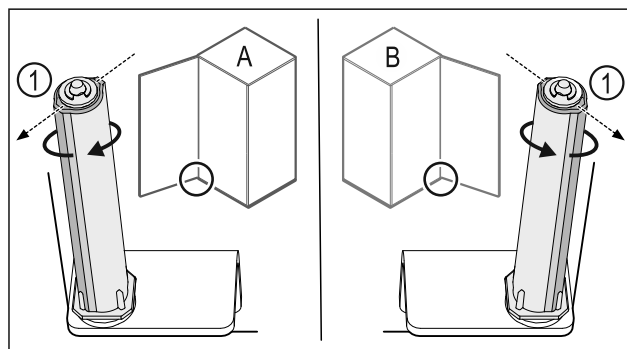

Fig. 44 Battuta a sinistra (A) / battuta a destra (B)
- Ruotare il sistema di chiusura contro la resistenza fino a quando la sporgenza del sistema di chiusura Fig. 44 (1) non è rivolta verso l'esterno.